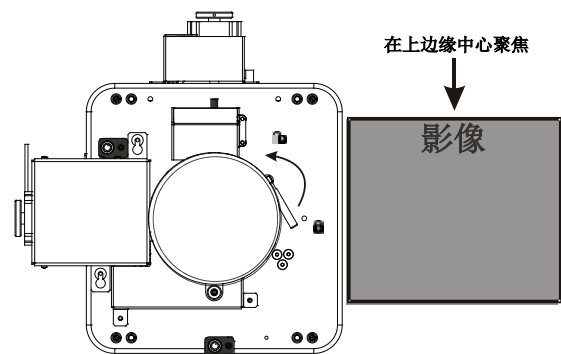

图 2-30 调整垂直视轴
1. 松开垂直视轴螺栓。请参阅图 2-30。
8. 调整垂直锁定螺栓以将镜头座锁定到位，然后再检查视轴（图 2-30）。